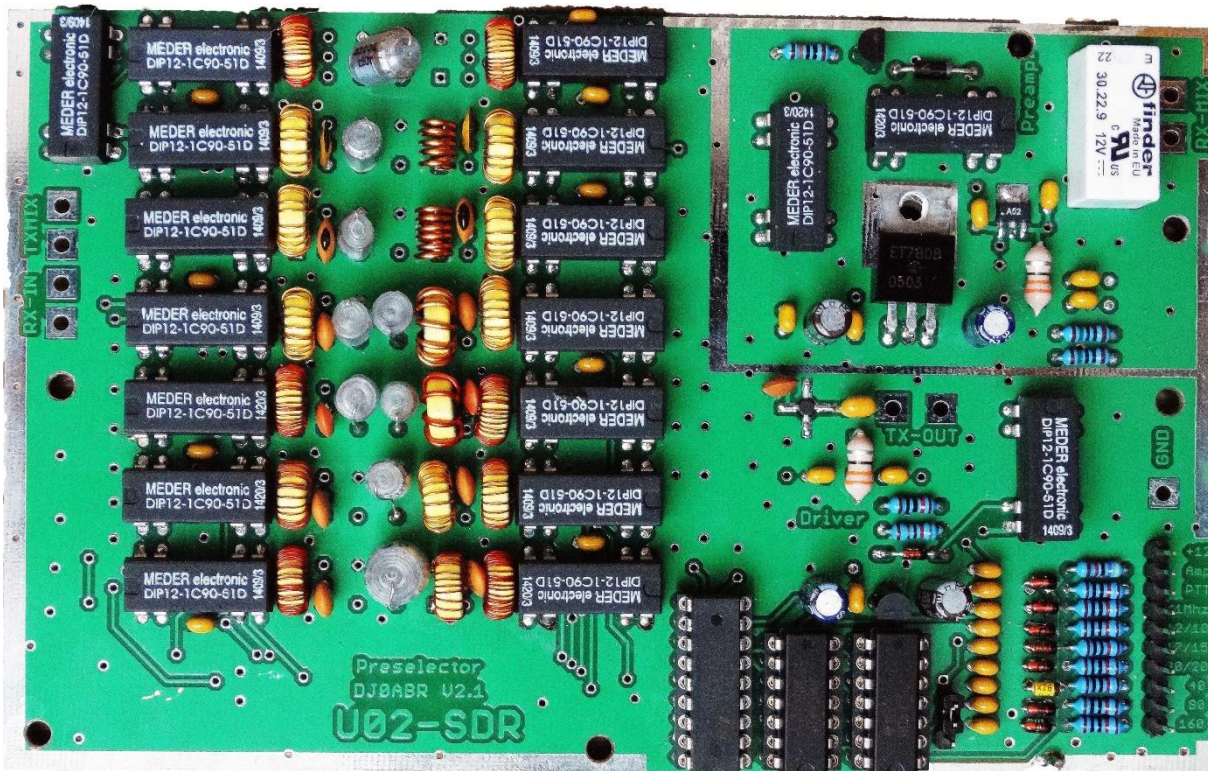

Fig. 31, Componentenzijde, Preselector.
5.14. De afgebouwde Preselector, fig.31.